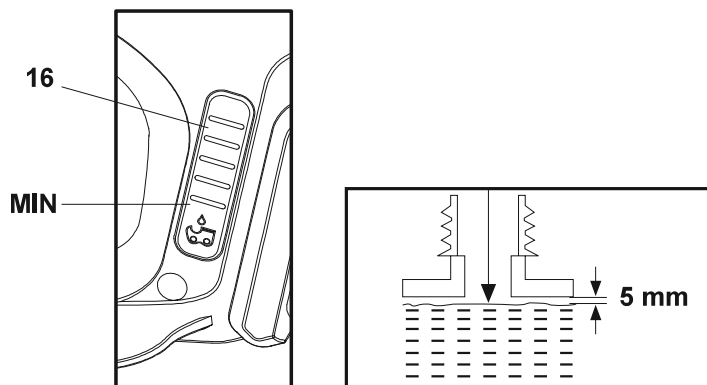

Fig. 9
4. No deje que el nivel de aceite baje de la marca de "MIN" (mínimo) de la mirilla de nivel de aceite (16), pero tampoco llene el depósito en exceso; deje aproximadamente 5 mm de espacio entre la parte superior del aceite y el borde interior del depósito para permitir que el aceite se expanda (Fig. 9).
5. Compruebe la mirilla de nivel de aceite (16) antes del arranque y con frecuencia durante el funcionamiento. Rellene el aceite cuando su nivel esté cerca de la parte inferior de la mirilla de nivel de aceite (16) (Fig. 9).
6. Limpie el lubricante derramado con una bayeta suave y vuelva a colocar el tapón del depósito de aceite (2).